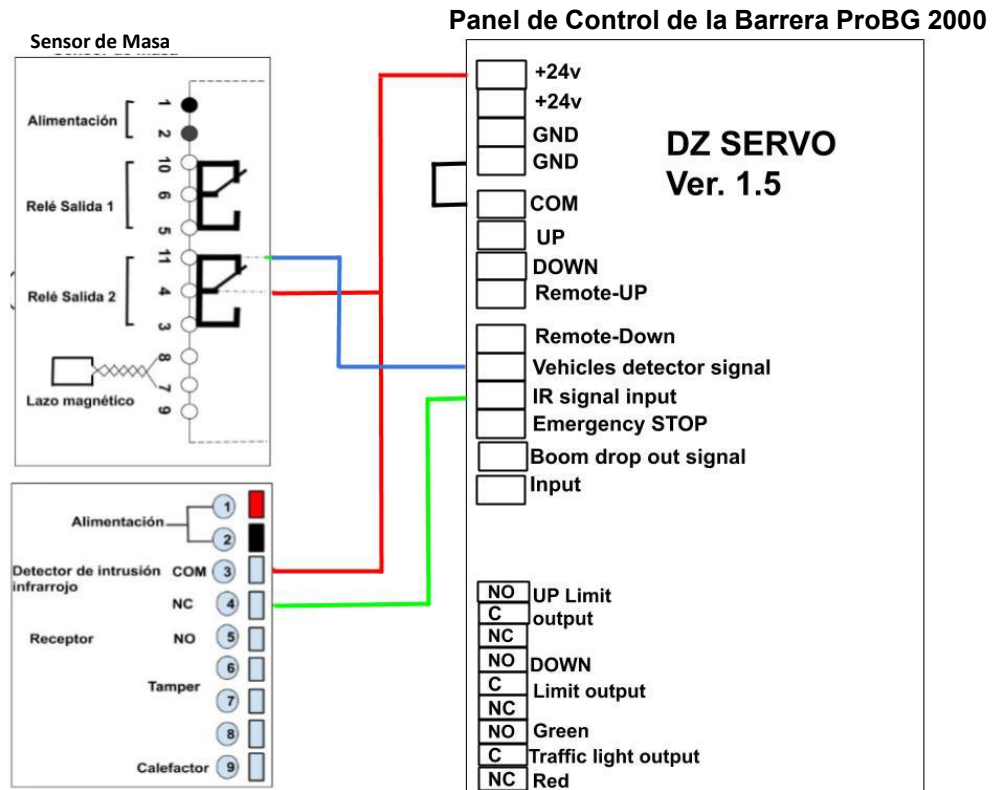

Figura 4-4
4. Cuando el detector de bucle y el IR se utilizan al mismo tiempo. El diagrama de cableado se muestra en la figura 4-4.